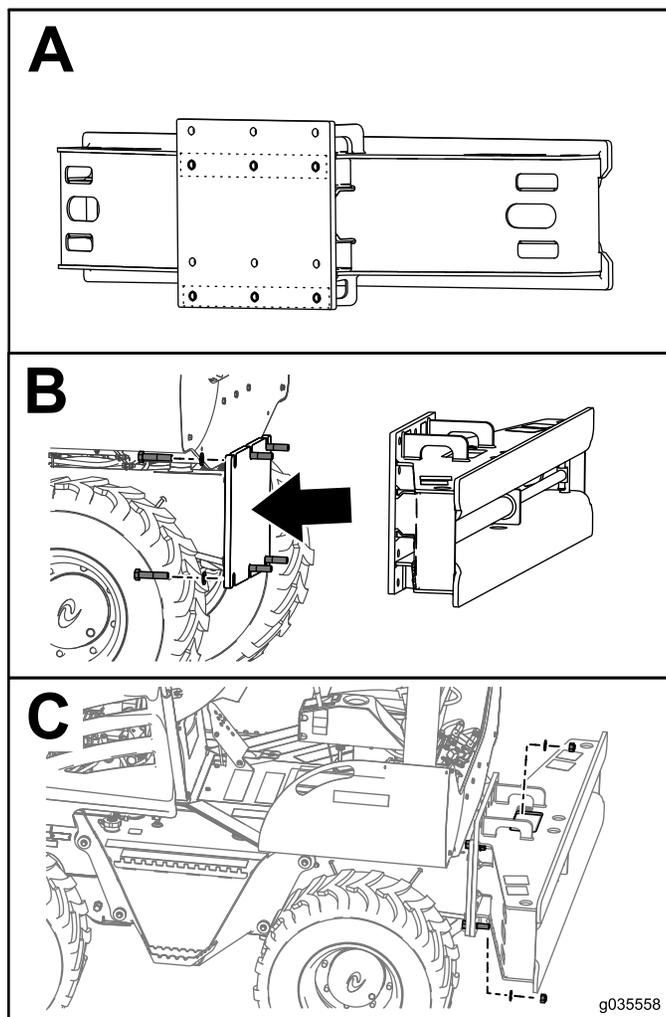

図 1
2. スライディングオフセットアタッチメントへの取り付けに使用する2列の穴取り付けプレート 図 1のAを決める。
3. スライディングオフセットフレームを機体に固定する ボルト3/4 x 3 1/2 インチ6本、ワッシャ12枚、ロックナット6個を使用して 図 1のBおよびCのように取り付ける。